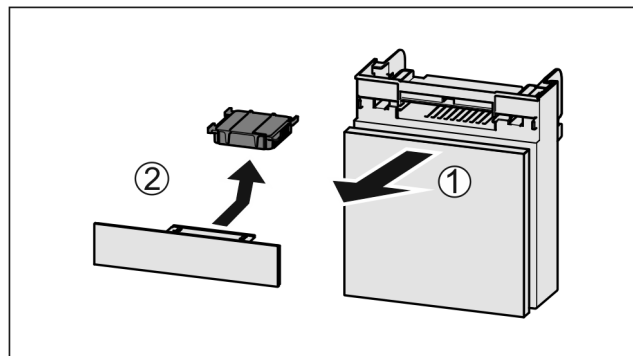

Fig. 236
- Zásuvku vytáhněte dopředu Fig. 236 (1).
- Filtr s aktivním uhlím vyjměte Fig. 236 (2).